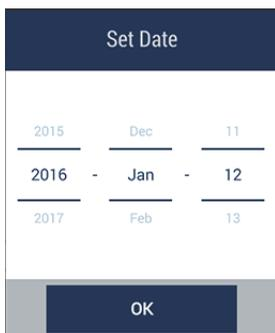

图 4-12 设定日期对话框
2. 点击上面的列表按钮（），打开**Set Date**（设定日期）对话框（参见第122页的图 4-12）。